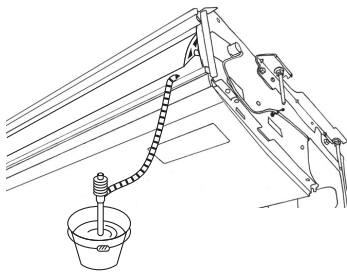

Fig. 5-3
1. Maak de bij het apparaat meegeleverde sokverbinding ⑤ vast aan de uitlaatopening van het apparaat met een vinyl-chloride-lijm.
2. Maak de bij het apparaat meegeleverde mofbedekking ⑥ vast aan de sokverbinding ⑤.
3. Maak de buiten het apparaat lopende afvoerleiding (VP-20) vast aan de sokverbinding ⑤ met een vinyl-chloride-lijm.
4. Wikkel de bij het apparaat meegeleverde afvoerleidingsbekleding ⑦ om de afvoerleiding heen. (Doe plakband over de naad heen)
- Ⓒ Mofbedekking ⑥
- Ⓓ Sokverbinding ⑤
- Ⓔ Afvoerleidingsbekleding ⑦
5. Controleer dat de afvoer goed werkt. (Fig. 5-3)